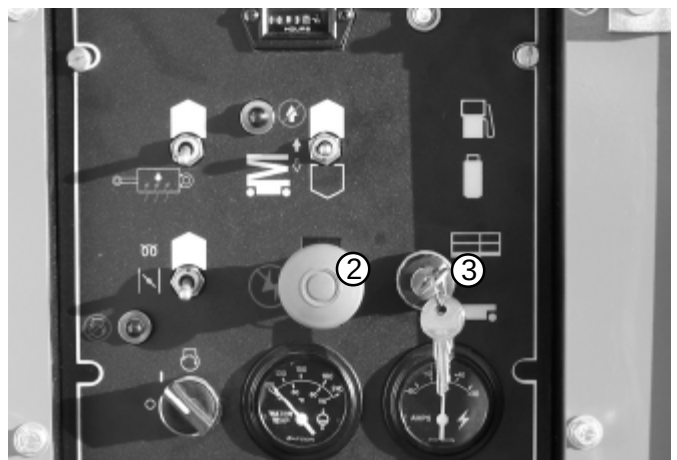

Fig. 8.4
2. Sätt Nödstoppsbrytaren (2) i läge TILL (utdragen)
3. Sätt Väljarbrytaren för Chassi/Plattform (3) i läge CHASSI (nedåt) (se fig. 8.4).